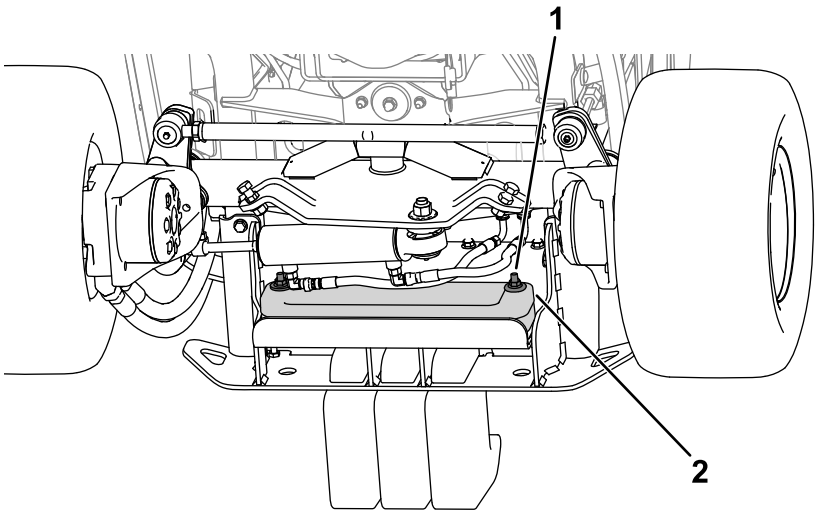

Figura 20
2. Utilice las fijaciones para sujetar los pesos al parachoques (Figura 20).